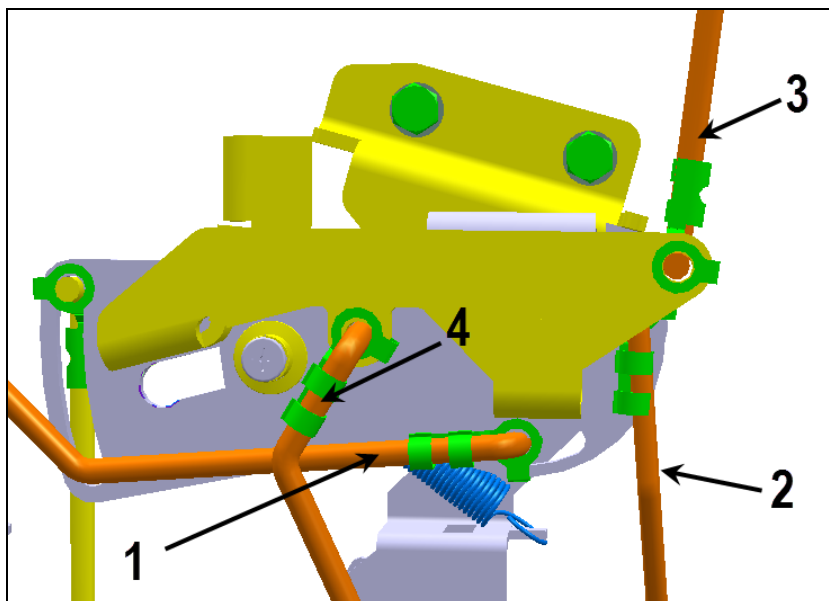

Fig.13
13. Reconnecter les 4 autres tiges au mécanisme dans l'ordre ci-dessous (Fig.13).